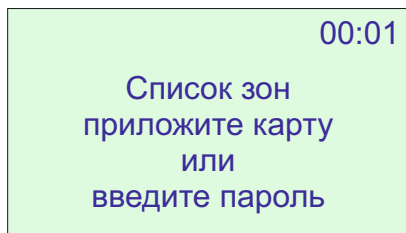

Рисунок 13
4.11.16 Если необходимо произвести постановку или снятие с охраны какой-либо одной или нескольких зон, привязанных к пользователю, следует после авторизации, согласно 4.11.8 нажать клавишу СПИСОК (таблица 1). На экране отобразится сообщение (рисунок 13).